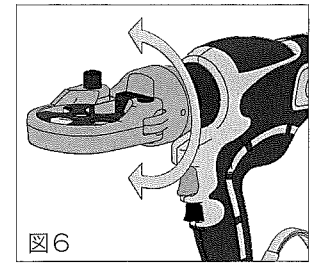

図6
- 6 ヘッド部は 180° 回転しますので作業性の良い位置に合わせてください。(図6)